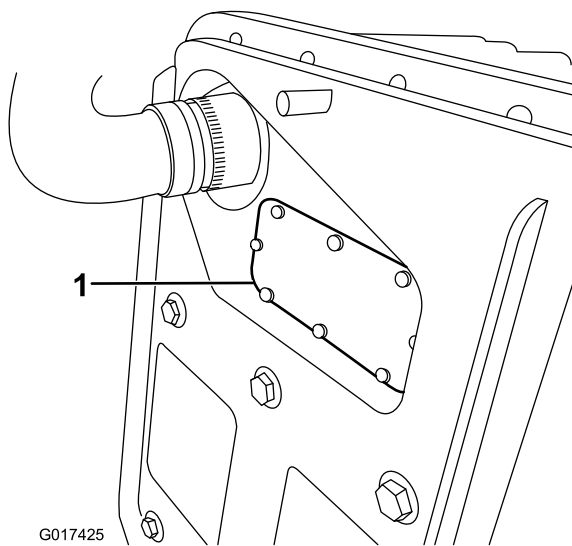

Bild 38
- B. Entfernen Sie die Sicherungsabdeckung (Bild 38).